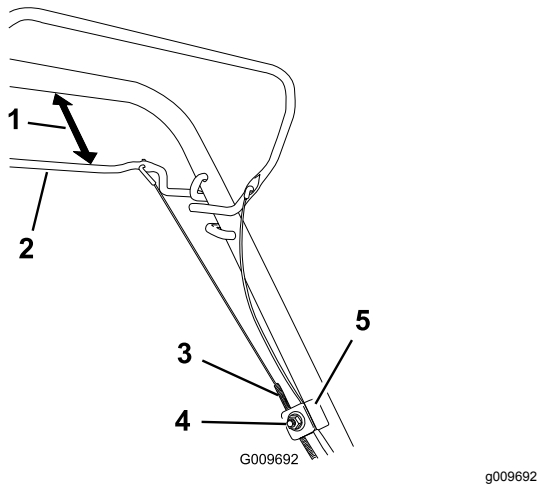

Figura 32
1. Afloje la tuerca del soporte del cable (Figura 32).
2. Sujete la barra de la transmisión autopropulsada a una distancia de 25 a 38 mm (1 a 1-1/2 pulgadas) del manillar (Figura 32).
3. Tire hacia abajo de la cubierta del cable (hacia la máquina) hasta eliminar la holgura en el cable (Figura 32).